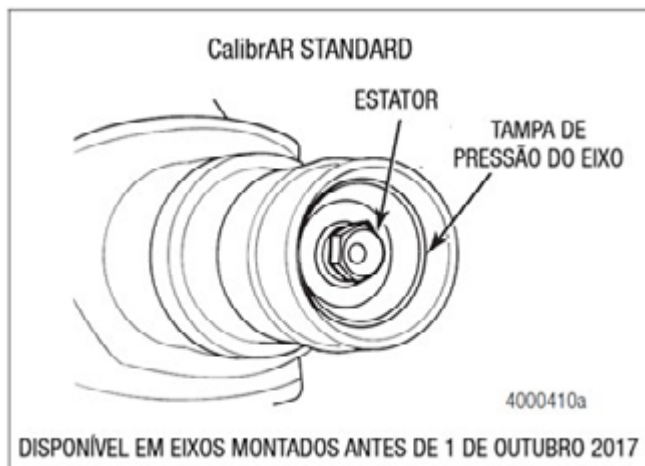

Figura 1.5
- A tampa de pressão do eixo do Sistema de Inflação de Pneus Standard e o estator estão instalados na ponteira do eixo. Veja a Figura 1.5.